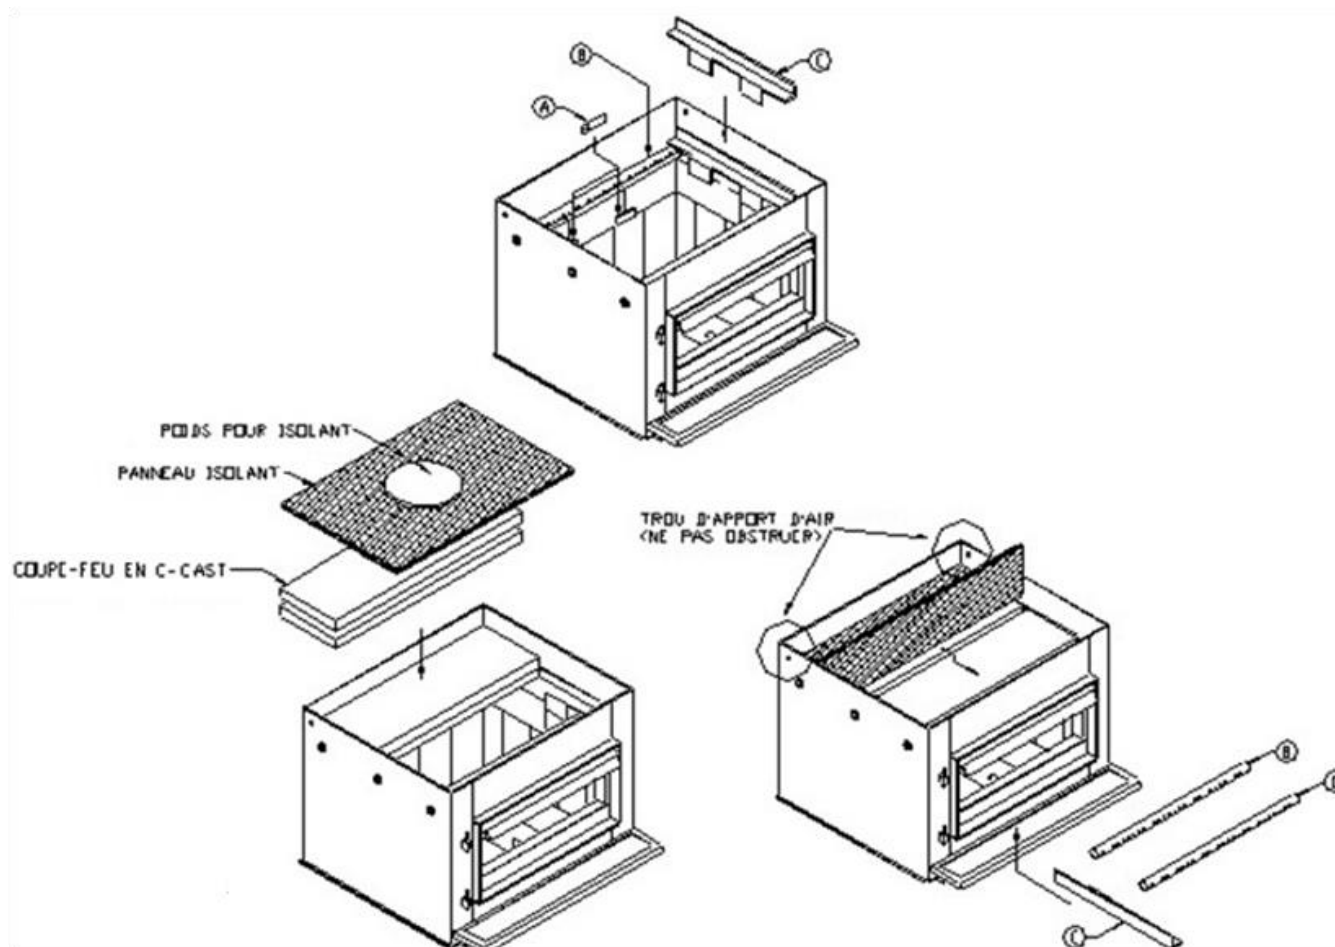

Figure 2.10a
- 2- Insérez les deux supports de briques (A) aux intersections des briques supérieures de l'arrière de l'appareil.
- 3- Insérez le premier support latéral (C) dans un côté de la chambre à combustion tel qu'illustré à la **figure 2.10a**.
- 4- Déposez les panneaux de C-Cast par-dessus le tube d'air secondaire du fond. Les panneaux de C-Cast doivent être côte à côte et non superposés. Déposez le panneau isolant du déflecteur sur les panneaux de C-Cast tel qu'illustré à la **figure 2.10a**. Mettez ensuite le poids pour isolant sur l'isolant afin qu'il soit aligné sous la sortie d'évacuation.
- 5- Ensuite, insérez le deuxième support latéral (C) dans l'autre côté de la chambre à combustion.
- 6- Mettez les deux autres tubes d'air secondaire (D) en place et poussez l'ensemble du coupe-feu vers le fond de l'appareil.